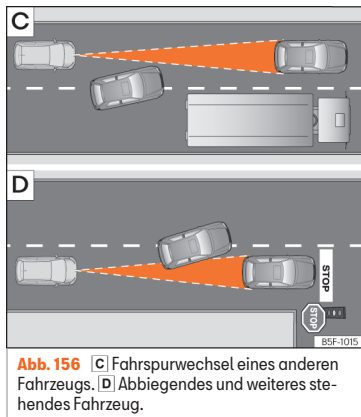

Abb. 156 [C] Fahrspurwechsel eines anderen Fahrzeugs. [D] Abbiegendes und weiteres stehendes Fahrzeug.
- Fahrzeuge, die in geringem Abstand auf die eigene Fahrspur wechseln »» **Abb. 156** [C].
ACC reagiert nicht auf stehende Fahrzeuge. Wenn z. B. ein von ACC erfasstes Fahrzeug abbiegt oder ausschert und sich vor diesem Fahrzeug ein stehendes Fahrzeug befindet, reagiert ACC nicht auf das stehende Fahrzeug »» **Abb. 156** .